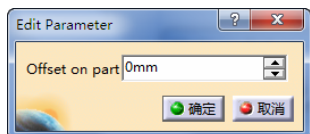

图 5-96 定义零件余量（6）
- 定义零件余量（6）。双击“Multi-Axis Sweeping.1”对话框中的“Offset on part”，弹出“Edit Parameter”对话框，可设置余量大小为“0mm”，如图 5-96 所示。